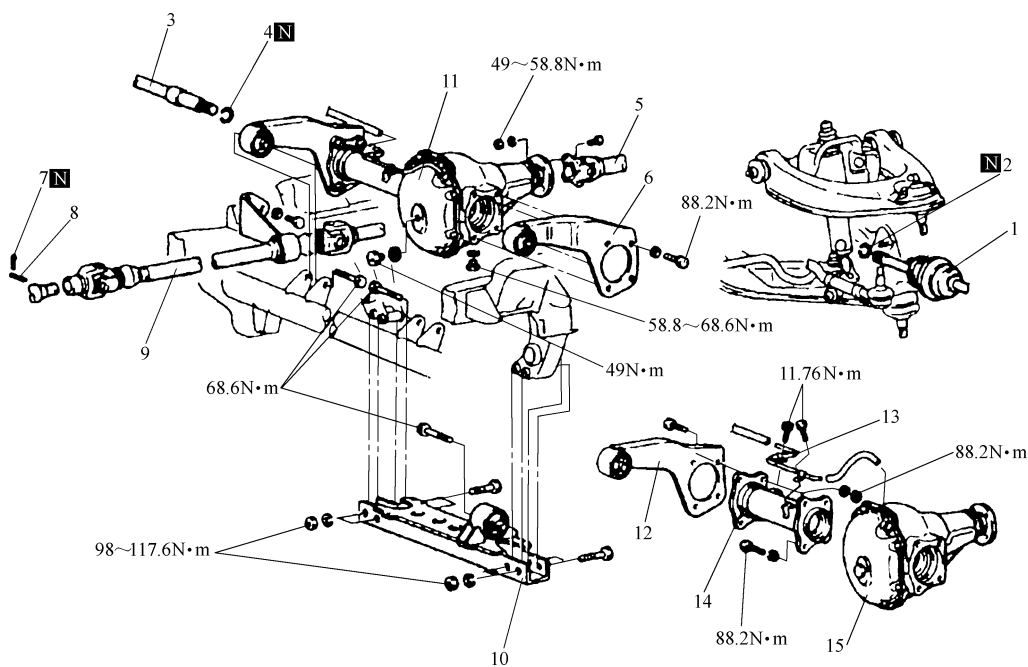

图 4-35 差速器承载器的拆卸顺序
9) 差速器承载器的拆卸：拆卸前排出差速器内的齿轮油。差速器承载器的拆卸如图 4-35 所示。